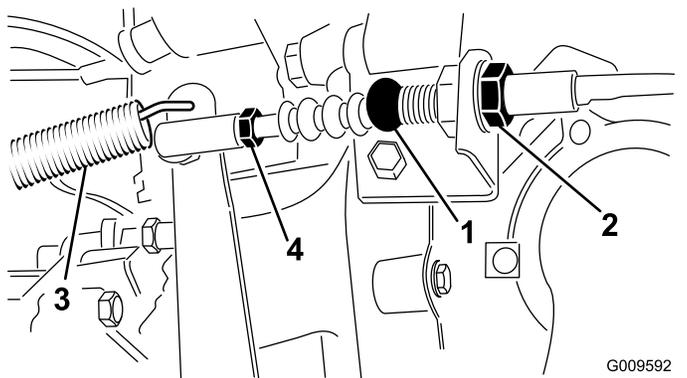

Рисунок 70
1. Ослабьте контргайки крепления троса сцепления к кронштейну на корпусе сцепления (Рисунок 70).